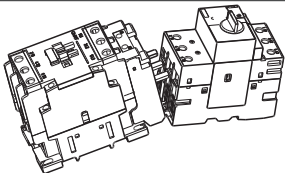

图8
7.2.4 左手拿起组装好的接触器与连接器，右手拿起起动机，如图8所示，将起动机向右侧倾斜，先使连接器底部的2个挂钩插入起动机底部对应的2个方孔内，然后逆时针转动起动机，使连接器的导线或接触板插入起动器的接线端子。